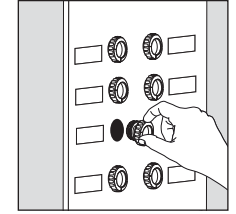

FIG. 3
- FIG. 3.** Place either the main (Master) switch to the "OFF" position, cutting off power to the entire home OR unscrew the fuse that provides power to where the fixture will be installed.
- FIG. 3.** Mettez hors tension le commutateur principal, pour ainsi couper le courant dans toute la maison, ou alors dévissez le fusible commandant l'alimentation au circuit particulier sur lequel vous mettez en place le nouvel appareil d'éclairage.
- FIG. 3.** Coloque el interruptor principal (Maestro) en la posición "OFF" (apagado), cortando el suministro de energía de todo su hogar, o bien, desenrosque el fusible que provee energía al lugar donde estará instalado el artefacto eléctrico.